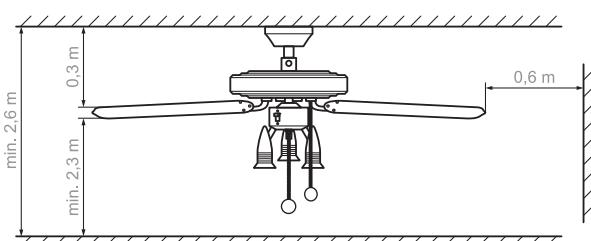

Abb. 1: Mindestabstände des Deckenventilators
- Der Mindestabstand der Flügel spitzen zum Boden muss im montierten Zustand 2,30 m betragen. Der Abstand zwischen Flügel und Decke muss mindestens 0,30 m betragen. Der seitliche Abstand zu Raumwänden oder Hindernissen muss mindestens 0,60 m betragen (s. Abb. 1).